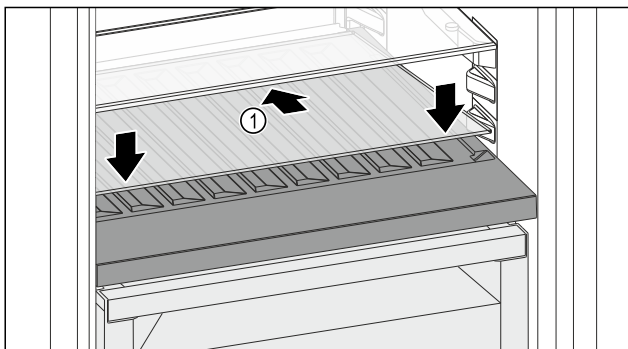

Fig. 149
- Postavite staklenu ploču Fig. 149 (1) ukoso, nagnutu straga prema dolje.
- Staklenu ploču Fig. 149 (1) podignite sprijeda.